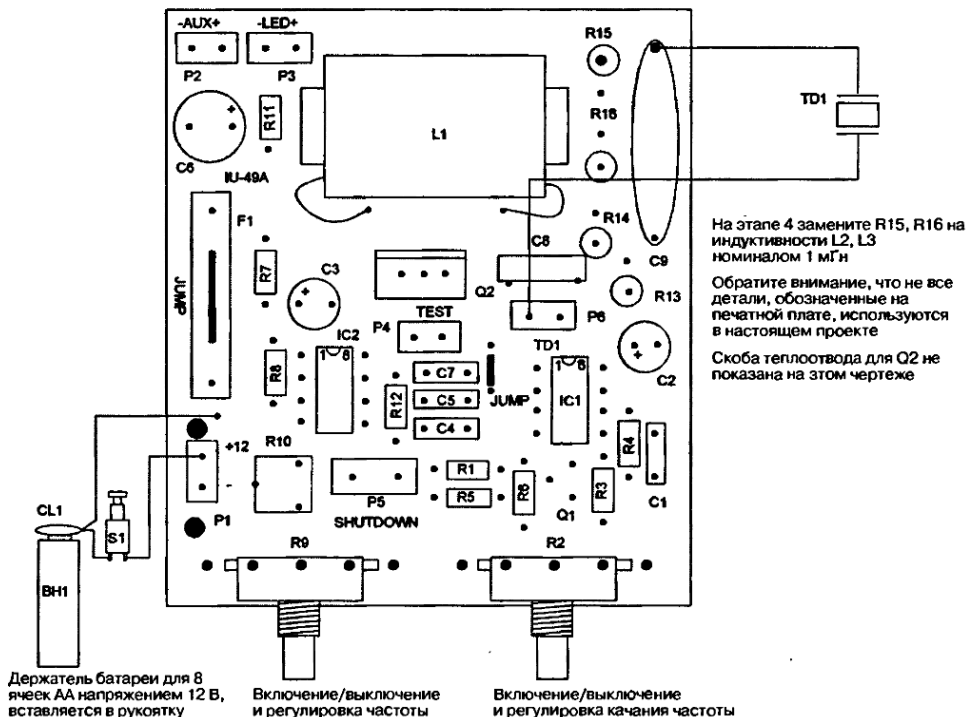

Рис. 27.3. Сборка устройства с использованием печатной платы
2. Сборка устройства при использовании печатной платы с разводкой печатными проводниками PCB, которую можно приобрести через сайт www.amazing1.com, показана на рис. 27.3. Плату PCB можно купить как опцию для недостаточно подготовленных или нетерпеливых любителей, а опытные любители могут использовать макетную плату с перфорацией отверстий и соединять компоненты между собой согласно принципиальной схеме гибким проводом. Используйте расположение компонентов на рис. 27.3 как образец для определения места расположения компонентов на вашей макетной плате и соединения их между собой по схеме. Отдельные выводы компонентов будут использоваться в качестве